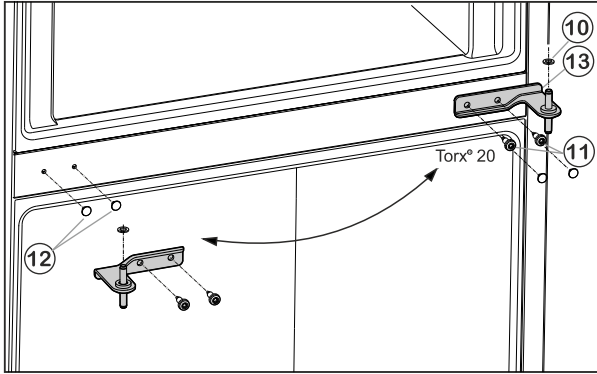

Fig. 6
- ▶ Oprezno skinite poklopce Fig. 6 (12) i ponovo ih postavite na suprotnoj strani.